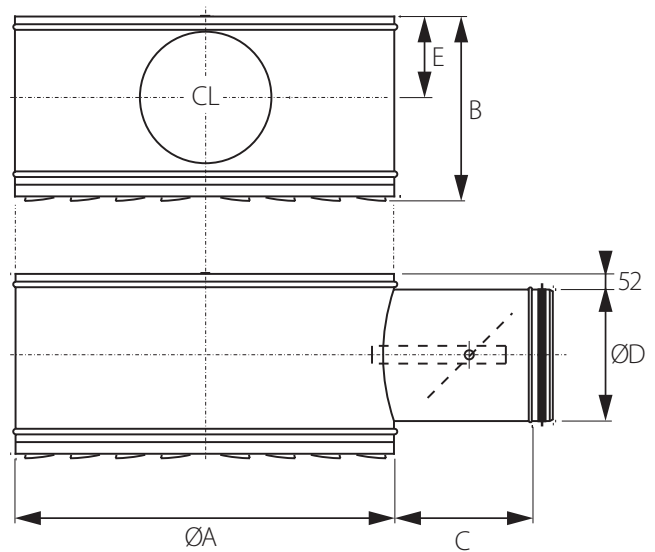

Bild 1. Mått, DXR (mm).
- Se steg-för-steg förfarande i bild 1 för demontering i samband med rensning av trycklåda och kanalsystem.
- 3) Lossa fördelningsplåten genom att vrida låsmekanismen på varje sida av plåten och därefter fälla den åt sidan, bort från spjällinsatsen, se bild 1.